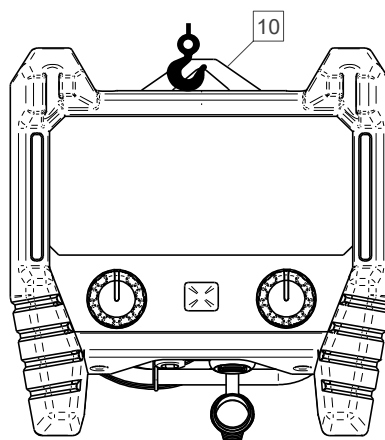

Figura 6
- Suportul [10] utilizat la suspendarea dispozitivului RC (figura 6).